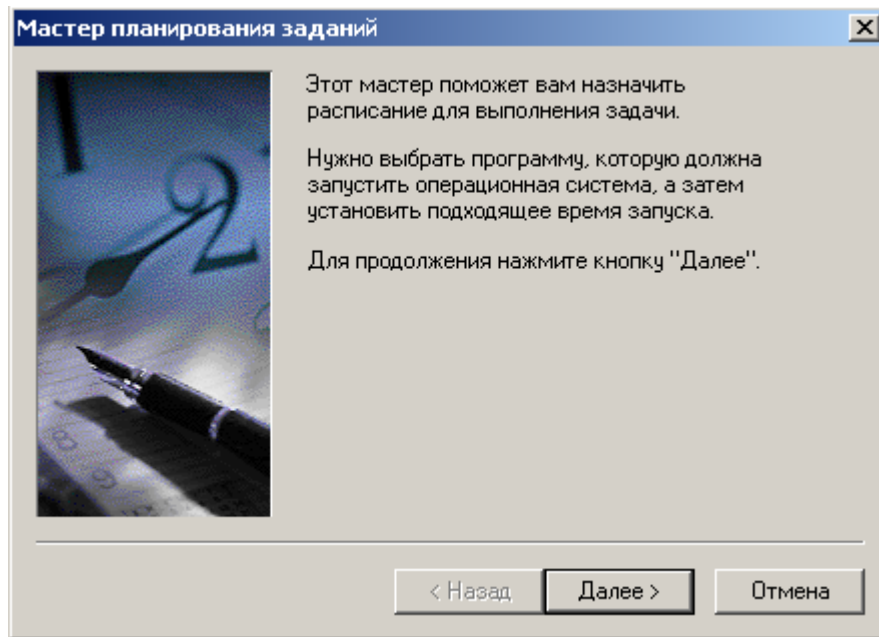

Рис. 10.
2) Дважды щелкнуть на элементе **Добавить задание**. Запустится **Мастер планирования заданий** (рис. 10).